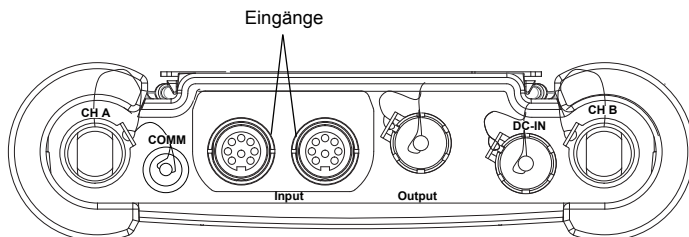
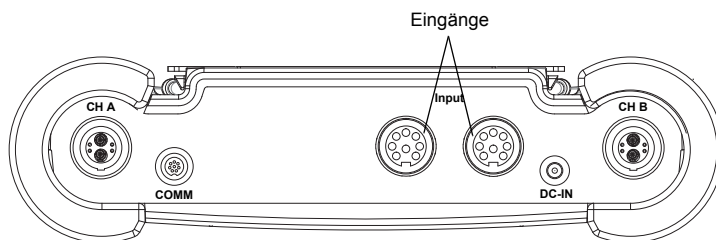

Abb. 7.16: Anschlüsse am Messumformer FLUXUS F608**-A2
Abb. 7.17: Anschlüsse am Messumformer FLUXUS F608**-F2
- Schließen Sie das Netzteil an die Buchse auf der Oberseite des Messumformers an (siehe Abb. 7.16).
Es können Temperaturfühler Pt100/Pt1000 (4-Leiter-Technik) an die Eingänge des Messumformers angeschlossen werden (Option) (siehe Abb. 7.16 oder Abb. 7.17).